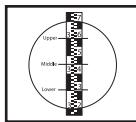

Abb. 7
- Drehen Sie am Okular (4), bis das Fadenkreuz scharf und tiefschwarz zu sehen ist.
- Schauen Sie durch das Okular und drehen Sie den Fokussierknopf (10), bis die Mitte der Messlatte scharf und deutlich zu sehen ist.
- Richten Sie das Fadenkreuz durch Drehen des Seitenfeintriebs (11) auf die Mitte der Messlatte aus.
- Die Höhe lesen Sie an der Messlatte bei der mittleren Linie des Fadenkreuzes ab. Bei metrischen Messlaten wird gewöhnlich bis auf 1 mm genau gemessen. Die auf Abb. 7 gemessene Höhe beträgt 3,456 m.
- Beispiel: In Abb. 7 betragen die Höhen 3,601 m und 3,309 m, d.h. die Entfernung vom Gerät zur Messlatte beträgt $(3,601 \text{ m} - 3,309 \text{ m}) \times 100 = 29,2 \text{ m}$.